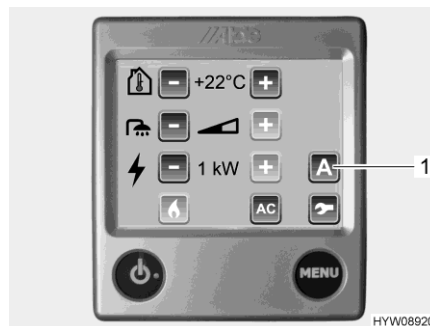

Fig. 174 Menu de réglage (ventilateur d'appoint)
L'unité de commande (Fig. 174) du chauffage à eau chaude sert de commande du ventilateur d'appoint.
- Appuyer sur le bouton "A" (Fig. 174,1). Les fonctions sont affichées.